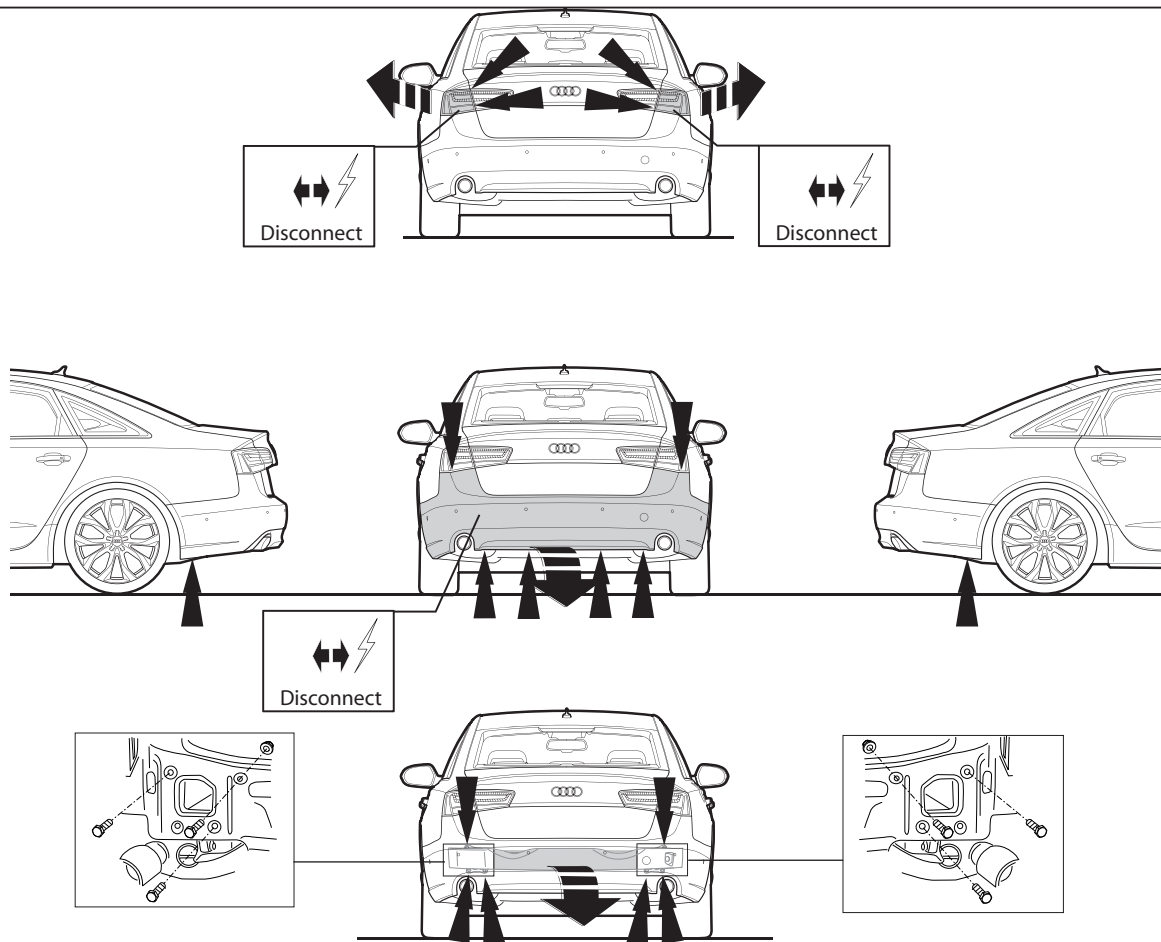

Fig. 1
1. Снять оба блока задних фар. Снять бампер вместе со стальным буферным брусом автомобиля; буферный брус больше не понадобится. См. рисунок 1/1а.